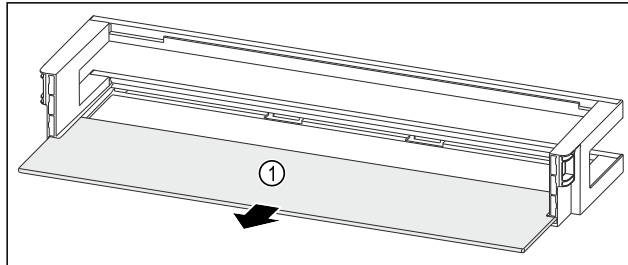

Fig. 81 Türabsteller mit Abstellfläche
- Abstellfläche Fig. 81 (1) entnehmen.